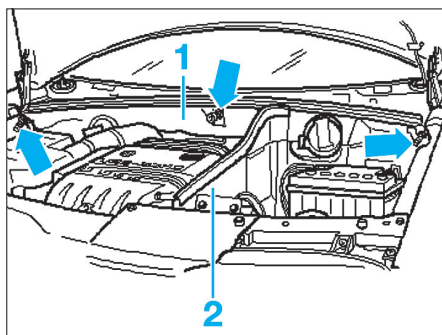

Fig. 41
- le caisson d'eau dévissant ces vis de fixation (flèches) (Fig.41),